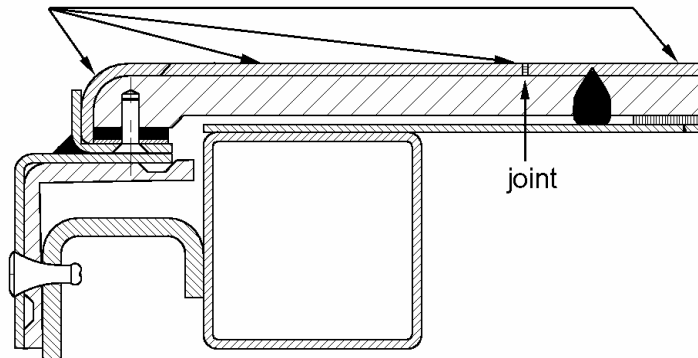

FIGURE 1
1. Arracher le recouvrement actuel de la première marche ainsi que les pièces de finition gauche et droite (figure 1).